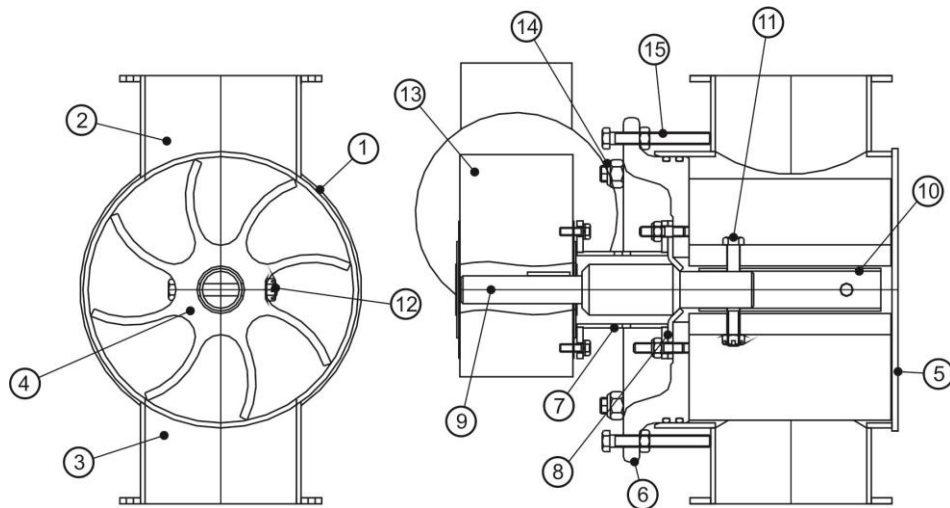
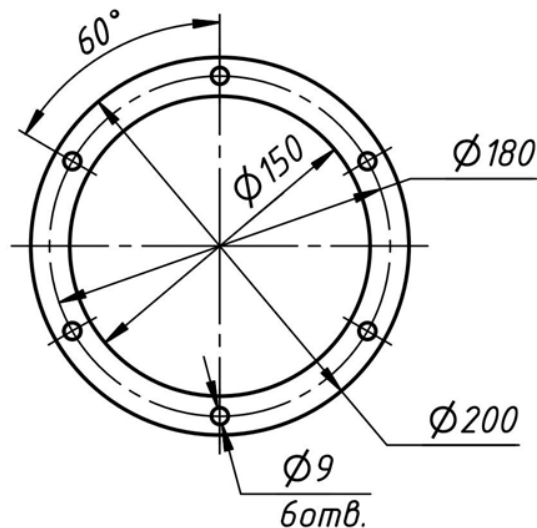
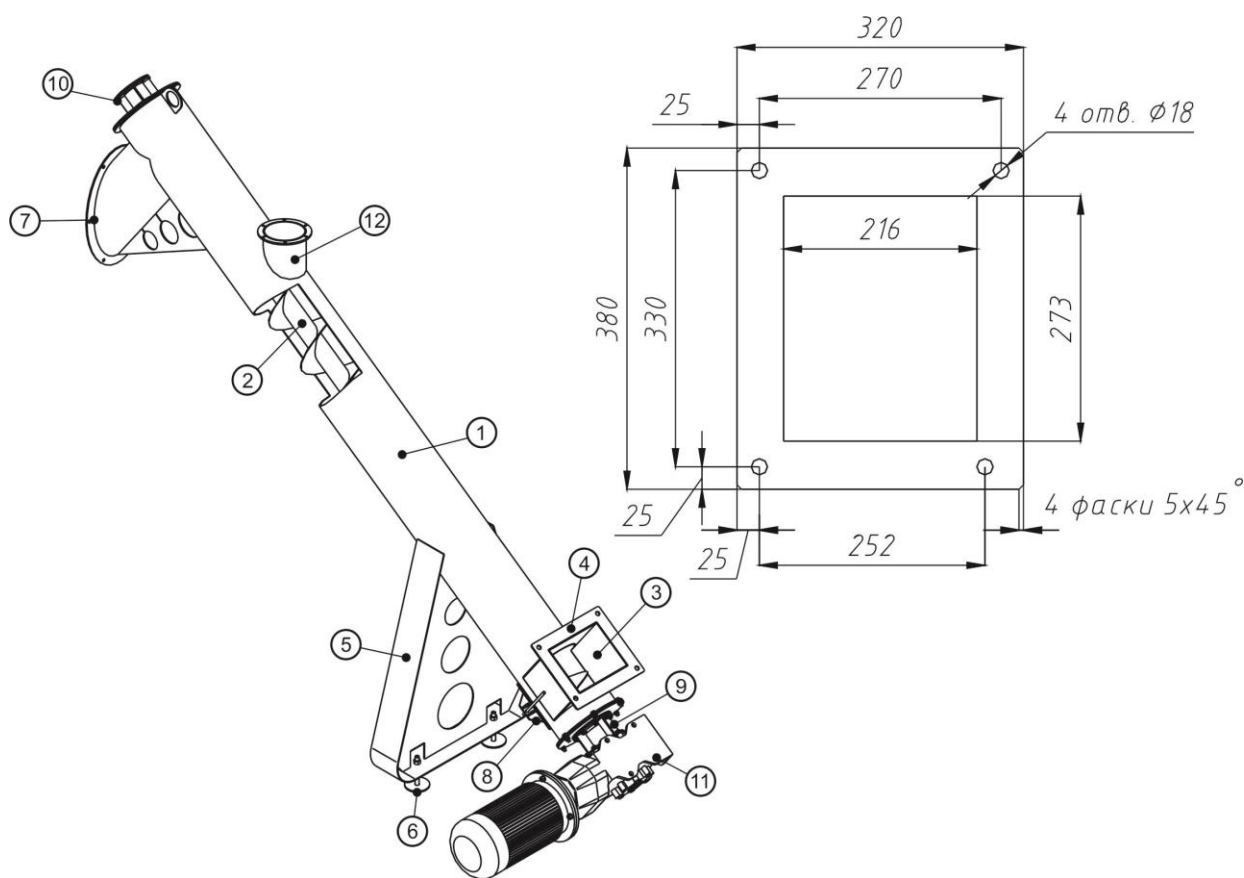

Рис. 10 Шлюзовой затвор
Рис. 11 Присоединительный фланец шлюзового затвора
Рис. 12 Винтовой конвейер-питатель
Шлюзовой затвор (Рис.10) состоит из корпуса (1) с загрузочным (2) и разгрузочным (3) патрубками. К патрубкам приварены фланцы, присоединительные размеры которых указаны на Рис.11. Внутри корпуса (1) расположен эластичный ячейковый ротор (4). С одной стороны корпуса (1) установлена глухая крышка (5), с другой - крышка подвижная (6). На подвижной крышке (6) закреплен соединительный узел «катушка» (7). Между соединительным узлом «катушка» (7) и подвижной крышкой (6) установлен резиновый (уплотнительный) диск (8), служащий для герметизации ввода вала (9) привода эластичного ячейкового ротора (4). Вал (9) соединен с эластичным ячейковым ротором (4) посредством втулки (10) болта (11), корончатой гайки (12) и шплинта 3.2х20. На валу (9) установлен мотор-редуктор (13).
Винтовой конвейер-питатель (Рис.12) состоит из: корпуса (1), внутри которого находится подающий шнек (2), загрузочного патрубка (3) с фланцем (4) (на Рис.12. показан справа), рамки (5) с регулируемыми опорами (6), разгрузочного патрубка с присоединительным фланцем (7), лючка (8) очистки корпуса, подшипниковой опоры приводной (9) и консольной (10), мотор-редуктора (11). В верхней части корпуса (1) расположен патрубок (12), служащий для установки шлюзового затвора кассетного фильтра (для некоторых вариантов комплектации). Присоединительные размеры фланца патрубка (12) аналогичны приведенным на Рис.11 настоящего РЭ.